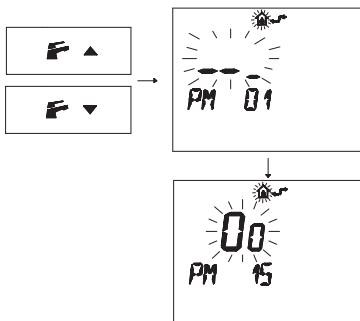

Figura 5.22
- Premere i pulsanti **F**▲ o **F**▼ per visualizzare la programmazione "PM15" abilitazione della sonda esterna (Figura 5.22).